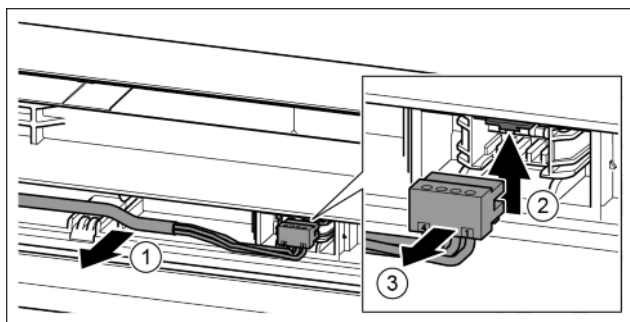

Fig. 24
- ▶ A szürke kábelt óvatosan vegye ki az ajtóban lévő vezető-sínből. Fig. 24 (1)
- ▶ Nyomja felfelé a fedőlemezt. Fig. 24 (2)
- ▶ Óvatosan húzza ki a dugót. Fig. 24 (3)